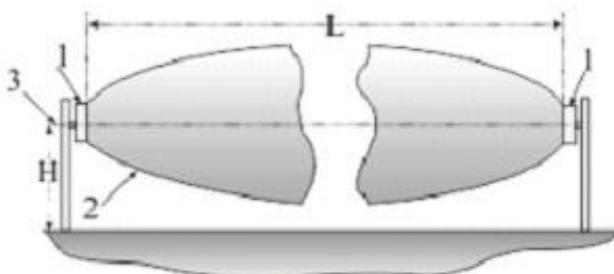

Рис. 4.1
4.1.6 При наклонной ориентации блоков, ЗО «2» (рис. 4.1)